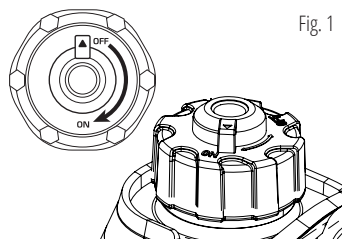

Fig. 1
3. Abra la ventilación en la tapa del tanque de combustible a la posición "ON" (fig. 1).